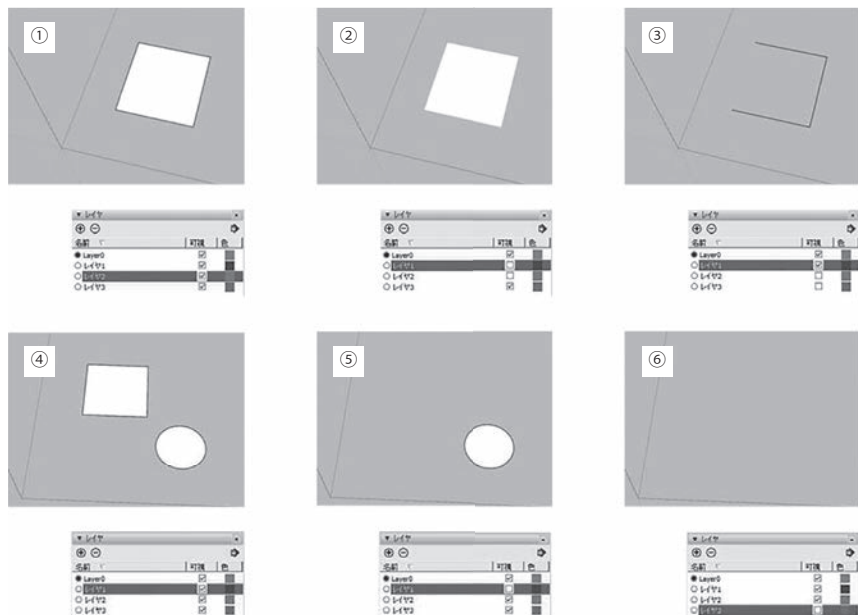

図8 SketchUp のレイヤの特徴
Illustrator では、レイヤに図形を作成した場合、その図形の辺や面のみを他のレイヤに移動することはできない。一方、SketchUp では、辺のみ、あるいは面のみを他のレイヤに移動することができる。例えば、図8-①のようにレイヤ1に描いた長方形について、1 辺をレイヤ2に、面 (辺を含まない) をレイヤ3に移動した後、レイヤ2とレイヤ3を非表示にすると図8-②のように画面には3本の辺のみが表示される。レイヤ3のみを表示 (レイヤ1とレイヤ2を非表示) した状態では、図8-③のように辺がない面が表示される。
に長方形+円のグループが作成される。図8-④はすべてのレイヤが表示であり、長方形と円が表示される。図8-⑤はレイヤ1が非表示、レイヤ2とレイヤ3が表示であり、円のみが表示される。それに対し、図8-⑥はレイヤ1とレイヤ2が表示、レイヤ3が非表示であり、長方形、円ともに表示されない。すなわちグループを非表示にすると、そのグループに含まれる図形すべてが非表示となる。